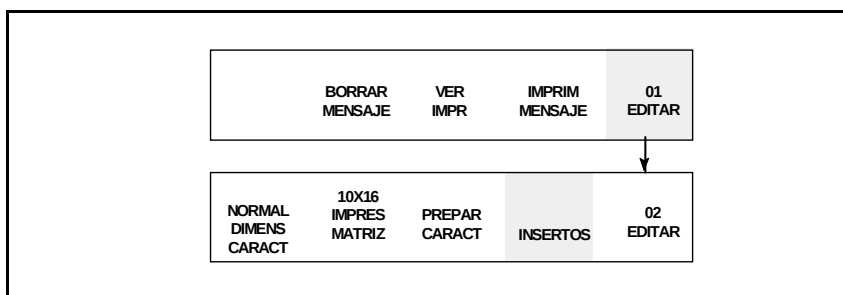

Figura 11-6. Selección de Matriz de Impresión
2. Seleccione el Marco <02 EDITAR>. Vea la Figura 11-6.